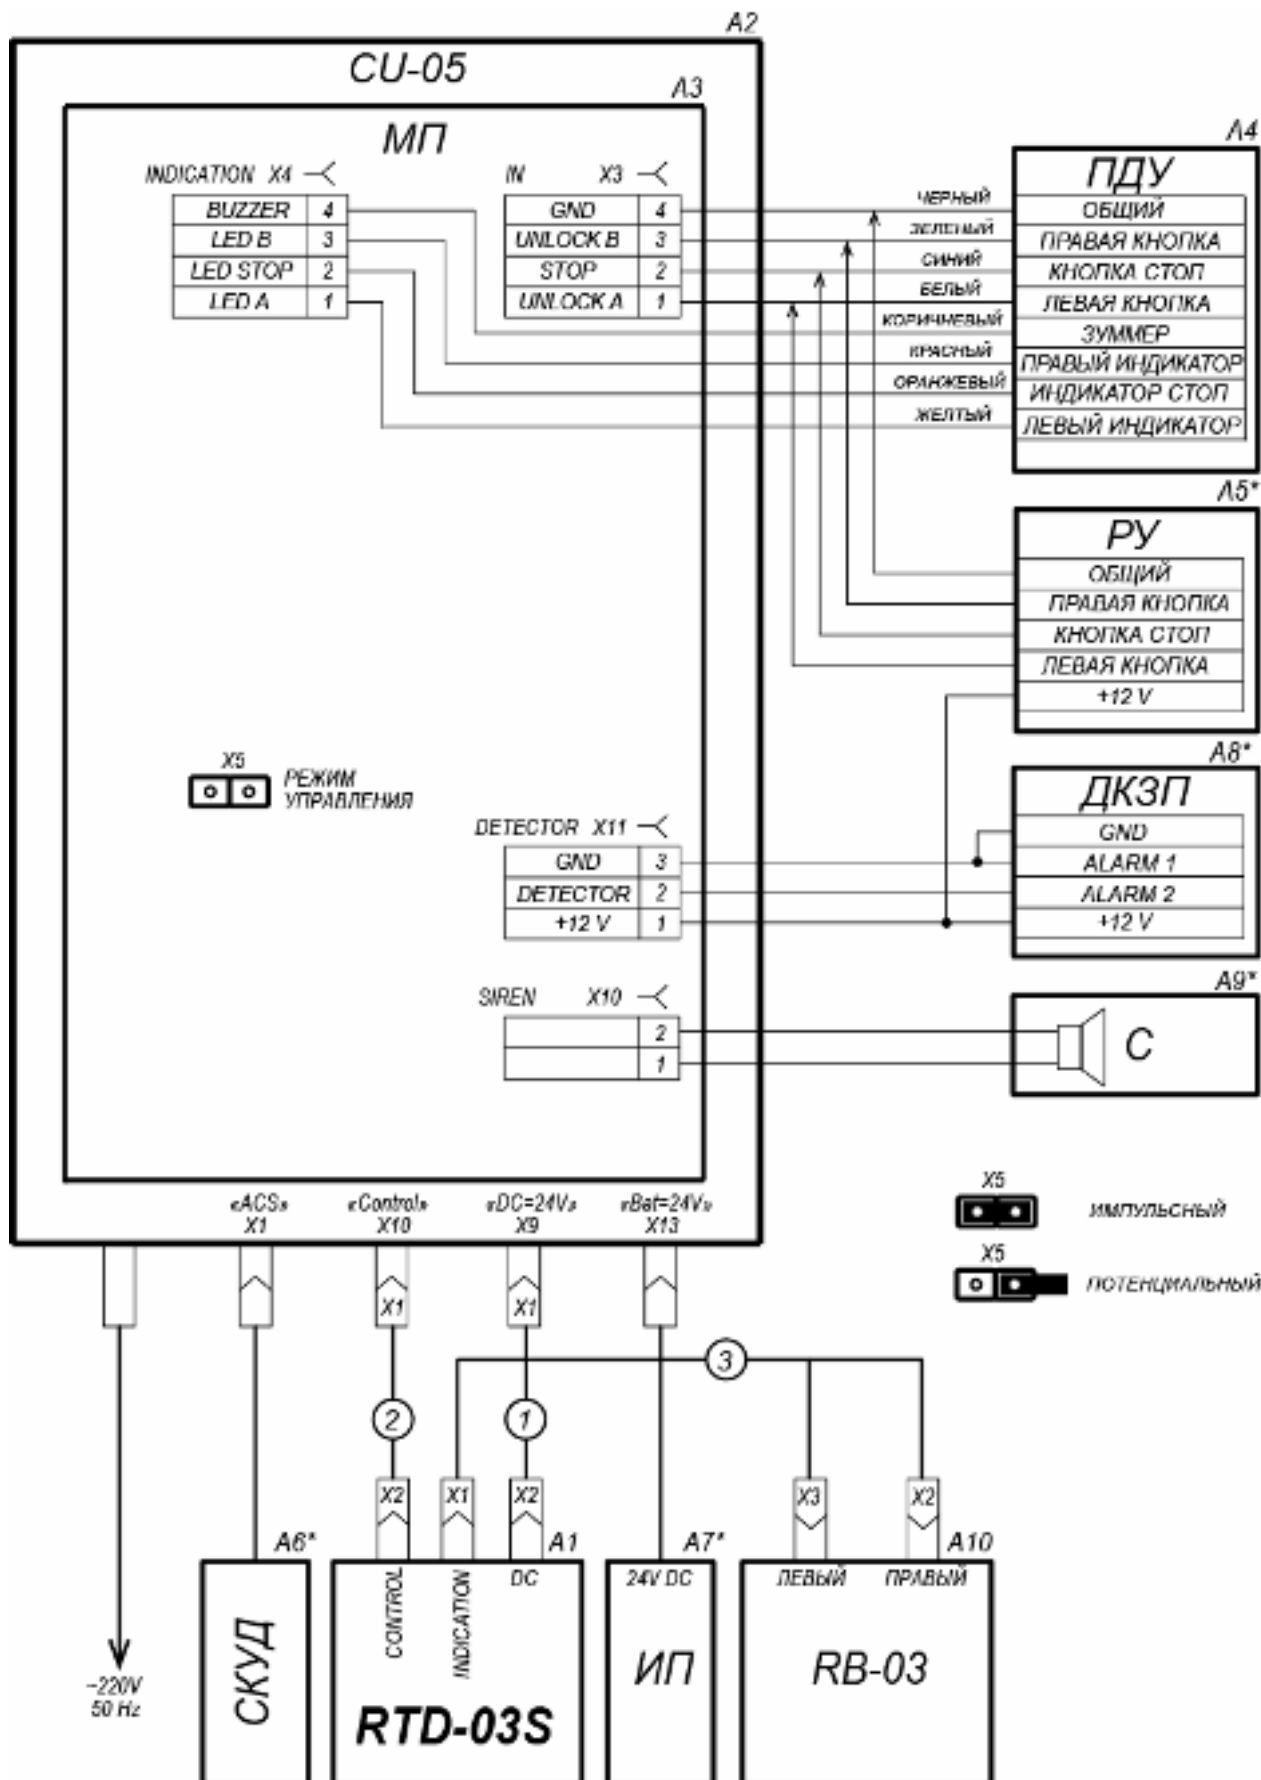

Рисунок 11. Схема электрическая соединений
3. Подготовьте в полу кабельные каналы для прокладки кабеля управления (10) и кабеля питания (11) и отверстия под анкера PFG IH 10 для крепления стойки турникета (3 отв. Ø16×60 мм). Установите гильзы анкеров в выполненные отверстия так, чтобы они не выступали над поверхностью пола.
4. Извлеките из транспортировочного ящика и по кабельным каналам проложите от места установки БУ (8) кабели управления (10) и питания (11) к месту установки стойки турникета.
5. Извлеките из транспортировочного ящика стойку турникета и положите ее на заранее подготовленную устойчивую подставку. Подключите кабели управления (10) и питания (11) к соответствующим разъемам, расположенным на блоке кабельных разъемов (16) внутри стойки с фланцем (2) в соответствии со схемой электрической соединений (см. рис. 11). Для этого необходимо извлечь блок кабельных разъемов (16), из стойки с фланцем (см. рис. 2). После подключения кабелей установите блок кабельных разъемов (16) внутрь стойки с фланцем (2) на высоту, обеспечивающую возможность дальнейшего монтажа. Установите стойку турникета в вертикальное положение.
7. Извлеките из транспортировочного ящика створки (6). Установите заполнения створок (7) в держатели заполнения створок (15), выравнивая по высоте и соблюдая равномерность зазоров, и зафиксируйте их винтами держателей. Установите створки в патрубки (14) стойки поворотной (1). Через отверстия в
- патрубках (14) затяните винты крепления створок (6). Убедитесь, что все створки (6) надежно закреплены, заполнения створок (7) зафиксированы.
8. Проверьте свободное вращение стойки поворотной (1). Для этого разблокируйте стойку поворотную ключом замка механической разблокировки (5) (см. разд. 5.6). Стойка поворотная (1) со створками (6) должна поворачиваться рукой легко, без рывков и заклинивания. Усилие, приложенное на середине створки (6), не должно превышать 1,5 кгс. Усилие поворота створки можно измерить динамометром или бытовыми пружинными весами. После проверки заблокируйте стойку турникета ключом замка механической разблокировки (5).